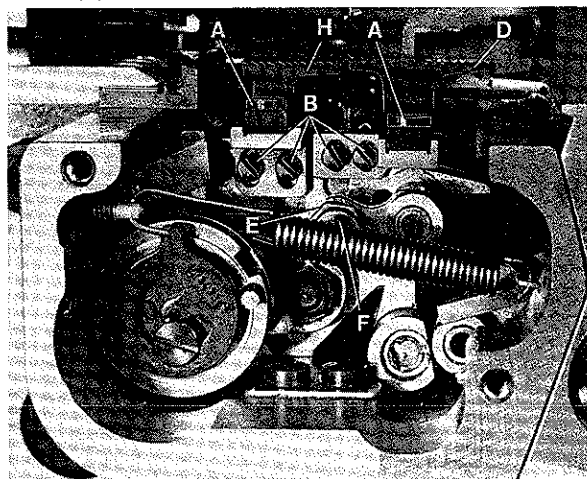

Fig.29
Assemble the two-piece main feed dog (H, Fig. 29) and the differential feed dog (D, Fig. 29), tighten fastening screws (A, Fig. 29) slightly. Insert the throat plate support with throat plate on the cylinder arm and center the feed dogs across-the-line-of-feed in the throat plate slots to have equal clearance on all sides. Now tighten screws (A) firmly.
For setting loosen screws (B, Fig. 29) and position the feed dog holders with the feed dogs to the correct height. Tighten screws (B).
In-line-of-feed the differential feed dog can be set to the front or to the rear to clear equally between the main feed dog and the front end of throat plate slot. For adjustment loosen screw (F, Fig. 29) and rotate eccentric (E) in operating direction until the correct setting is obtained. Retighten screw (F).
Montieren Sie den zweiteiligen Haupttransporteur (H, Fig. 29) und den Differentialtransporteur (D, Fig. 29), ziehen Sie die Befestigungsschrauben (A, Fig. 29) nur leicht an. Stecken Sie den Stichplattenträger mit Stichplatte auf den Zylinderarm und vermitteln Sie die Transporteure seitlich in den Stichplattenschlitten so, daß sie an allen Stellen freigehen. Ziehen Sie die Schrauben (A) danach gut an.
Zur Einstellung lösen Sie die Schrauben (B, Fig. 29) und schieben die Transporteurhalter mit den Transporteuren auf die gewünschte Höhe. Ziehen Sie die Schrauben (B) an.
In Nährichtung kann der Differentialtransporteur entsprechend vor- oder zurückgestellt werden, damit er zwischen dem Haupttransporteur und dem vorderen Schlitzende der Stichplatte gleichmäßig freigeht. Zur Einstellung lösen Sie die Schraube (F, Fig. 29) und drehen den Exzenter (E) in Nährichtung, bis die richtige Einstellung erreicht ist. Ziehen Sie die Schraube (F) wieder an.